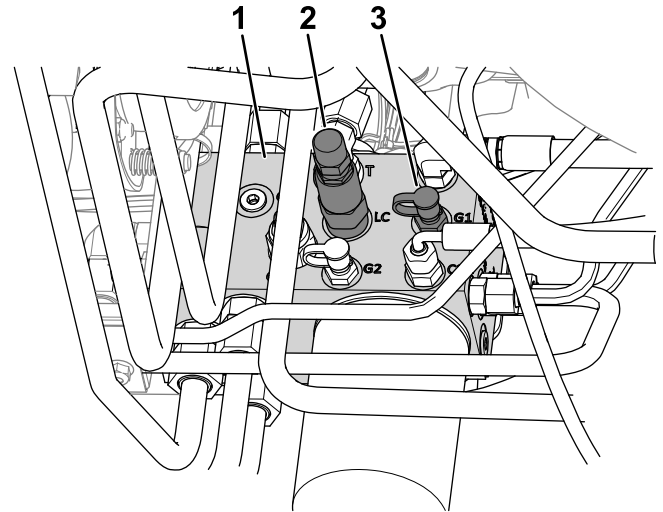

Figura 21
- Collegate un manometro alla porta diagnostica (con l'etichetta G1; fate riferimento a Figura 21).
- Cursore di trasferimento del peso (LC)
- Sul lato del collettore di sollevamento, rimuovete il cappuccio dalla porta diagnostica (con l'etichetta G1; fate riferimento a Figura 21).
- Allentate il controdado all'estremità del cursore di trasferimento peso (con l'etichetta LC; fate riferimento a Figura 21)